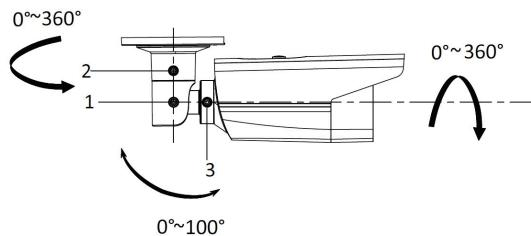

Abbildung 3: Justierung der Kamera in 3 Achsen; 1, 2, 3 - Verriegelungsschrauben
Die Kamera kann in Innen- und Außenräumen (Schutzart IP67) verwendet werden, wo sie an einer Wand installiert werden kann. Die Installationsposition der Kamera ist aufgrund eines Gelenkhalters, der in allen drei Achsen justiert werden kann, einfach einzustellen (siehe Abbildung 3).
8. Führen Sie die Anmeldung der Kamera durch (siehe Abschnitt: Anmeldung bei dem Server), um einen Zugriff auf die Vorschau zu erhalten und justieren Sie die Kamera in den drei möglichen Achsen in der gewünschten Richtung, siehe Abbildung 3.